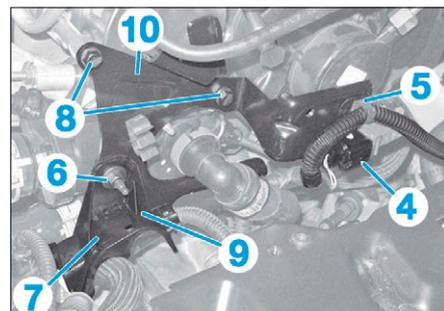

FIG. 28
- Déposer la vis (3) du conduit d'air.
- Débrancher le connecteur (4) (Fig.28).
- Dégrafer le faisceau électrique (5).
- Déposer l'écrou (6).
- Écarter le faisceau moteur et sa goulotte (7).
- les vis (8),
- l'écrou (9),
- le support faisceau (10).